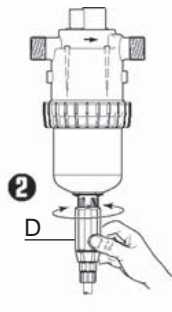

Abb. 13
- Einstellmutter los-oder festschrauben (Abb. 13-D) bis ihr oberer Rand auf der gewünschten Dosierung steht.